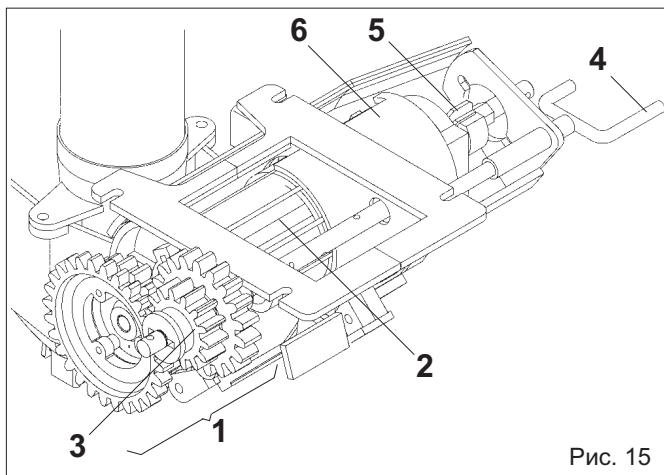
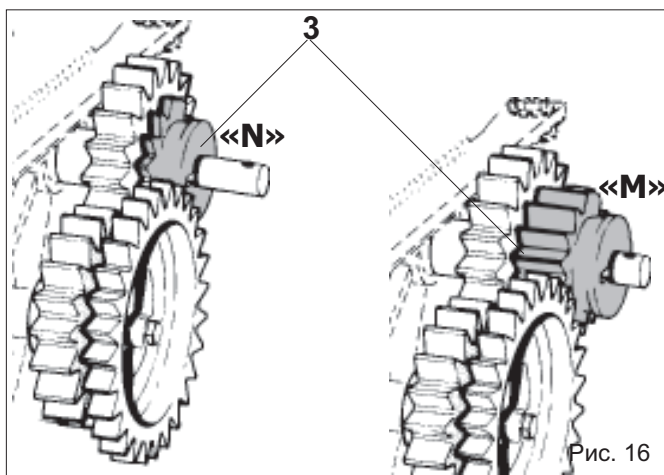
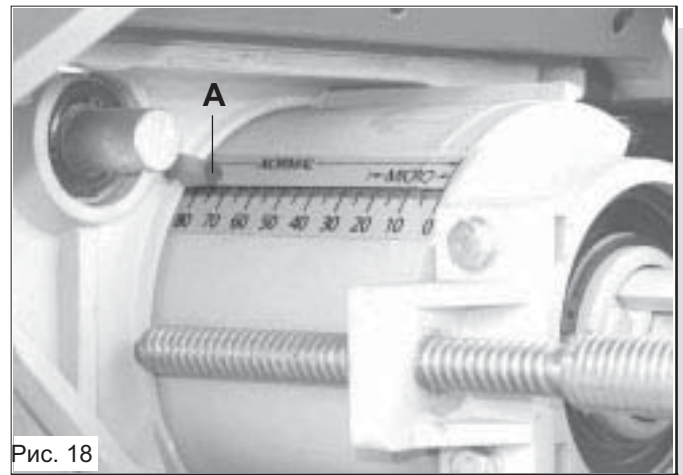

Рис. 15
Рис. 16
Рис. 18
Дозатор (Рис. 15), важнейший компонент для функционирования сеялки, расположен под резервуаром семян. Получает движение от колеса трансмиссии при помощи зубчатых передач и цепи.
Состоит из коробки передач (1 Рис. 15), позволяет два соотношения трансмиссии на ролик распределителя (2) при варьировании красного зубчатого колеса (3 Рис. 16). В положении «N», соотношение с коробкой передач 1:1, диктуется моментом зубчатых колес Z19; при смещении колеса (3) в «M», ролик разбрасывателя уменьшит наполовину свои обороты, так как трансмиссия состоит из приводного красного колеса Z14 и ведомого колеса Z28.
Винтовой стержень (4) позволяет отрегулировать открытие золотника в зависимости от значения градуированной шкалы. Значение устанавливается по таблице и результатам распределительного теста (глава 5.1.2). За отметку для настройки открытия золотника берется точка A (Рис. 18).
Стопорная пружина (5 Рис. 15) позволяет изменять степень открытия золотника и одновременно пропускную способность ролика дозатора.
Количество разбрасываемых семян на гектар устанавливается на распределителе (Рис. 15), регулируя золотник (6) при помощи винтового стержня (4). Положения шкалы разбрасывателя (отметка А Рис. 18) соответствуют значениям в левой колонке таблицы настройки распределения семян (Таблица стр. 16-17).